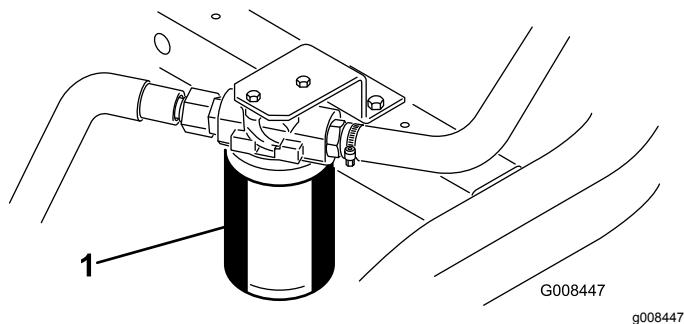

Рисунок 48
1. Очистите область вокруг места крепления фильтра (Рисунок 48). Поместите сливной поддон под фильтр, а затем снимите фильтр.